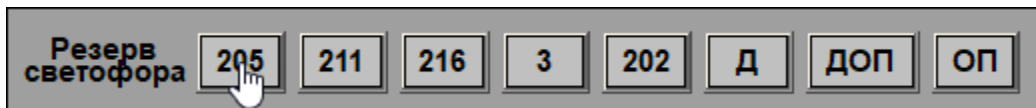
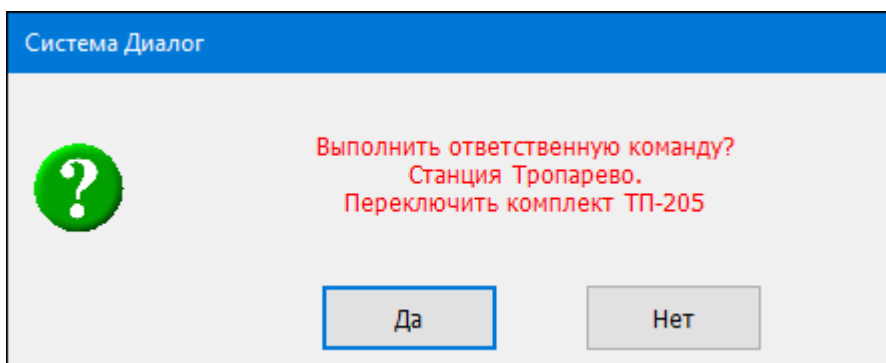

Рис. 3.17 Блок Резерв светофора
Рис. 3.18 Окно подтверждения выбора ответственной команды ТУ
1. Нажать ЛКМ на кнопку в блоке кнопок «Резерв светофора» (Рис. 3.17), появится окно подтверждения выбора ответственной команды ТУ (Рис. 3.18).